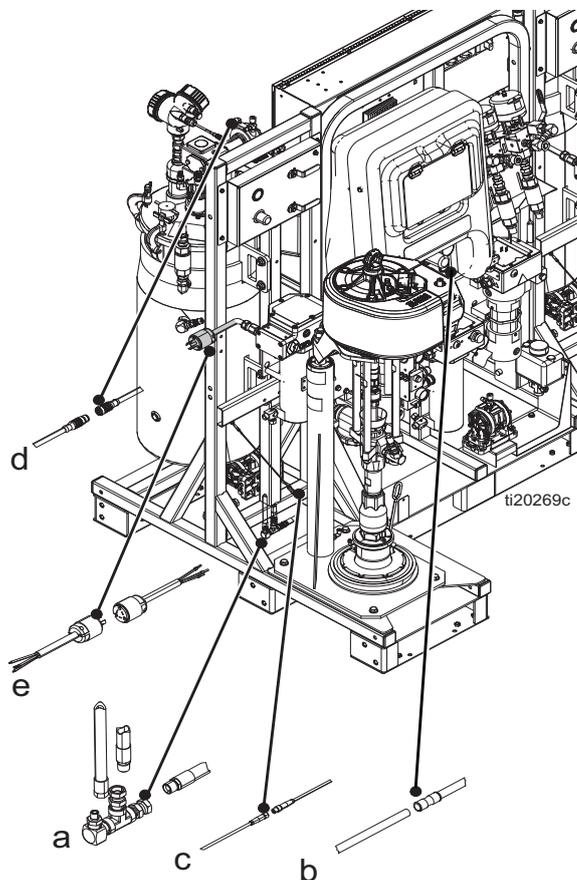

FIG. 15
- a. Ligue o tubo flexível de ar vermelho de 1/2 pol. à união rotativa. Veja o "a" na FIG. 15.
- b. Ligue o tubo de sinal de ar de 1/4 in. DO ao tubo com um conector de tubo. Este é o sinal piloto da bomba de alimentação. Veja o "b" na FIG. 15.
- c. Ligue o cabo pequeno com um conector M8 ao conector M8 correspondente. Veja o "c" na FIG. 15.
- d. Ligue o cabo maior com um conector M12 ao conector M12 correspondente. Esta é a ligação do sensor de nível. Veja o "d" na FIG. 15.